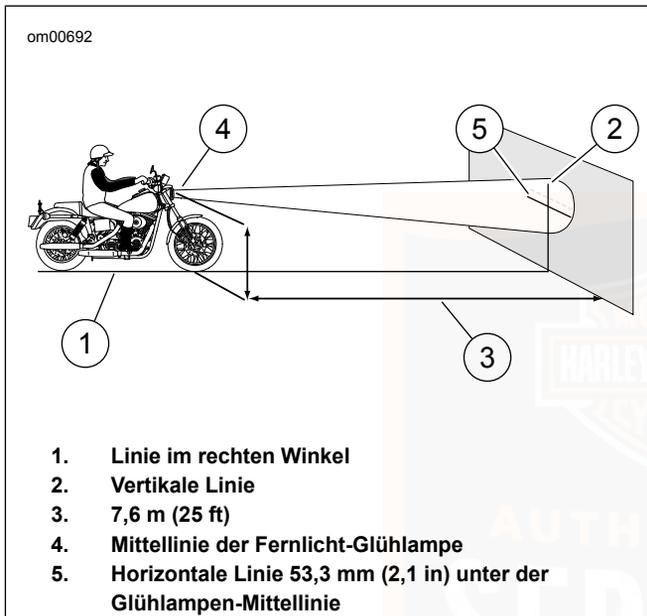

Abbildung 47. Prüfung der Scheinwerferausrichtung
Siehe Abbildung 47. Um die korrekte Platzierung des Motorrads zu erleichtern, kann am Boden eine Linie im rechten Winkel zur Wand (1) angezeichnet werden. Am besten einen Bereich mit schwacher Beleuchtung auswählen.
3. Eine vertikale Linie (2) an der Wand anzeichnen.
2. Den Scheinwerferstrahl einstellen, bis er wie in Abbildung 47 dargestellt, zentriert ist.